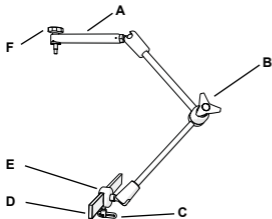

Figura 1: Braccio di montaggio del generatore di campo
Vedere Figura 1.
3. Aprire il morsetto centrale del braccio di montaggio (Figura 1, **B**).